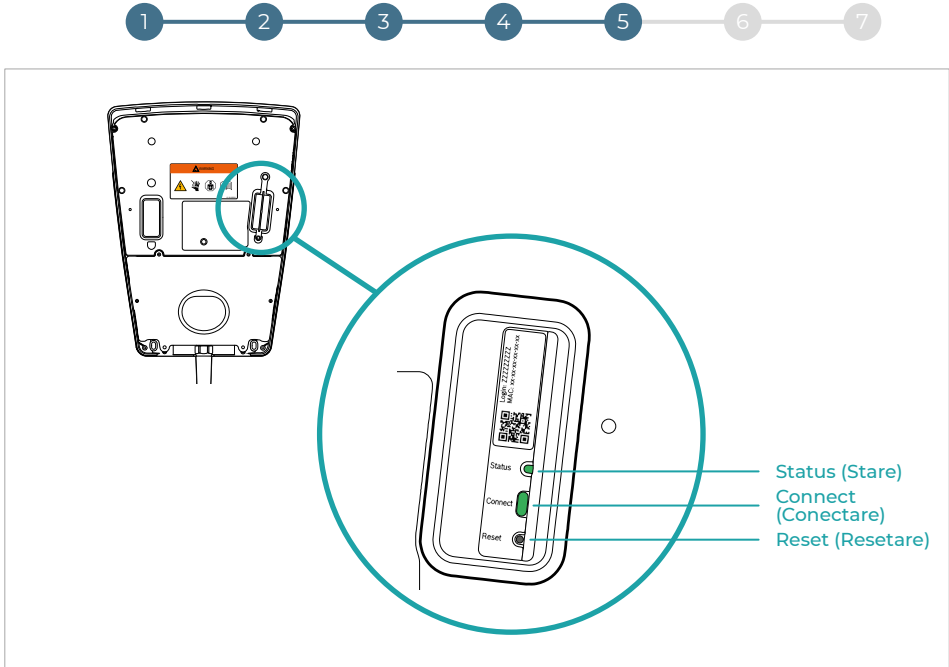

Fig. 8
2. Așteptați până când sistemul de încărcare este gata de operare (LED-ul de stare a sistemului luminează în albastru) și LED-ul de stare a modulului de comunicație (fig. 8) luminează în galben, iar modul Hotspot este activ).
Numele gazdei este constituit dintr-un indicativ definit al aparatului („HDM-SMART-CONNECT-“) și ultimele 6 caractere ale adresei MAC de pe modulul de comunicație (**fig. 8**).